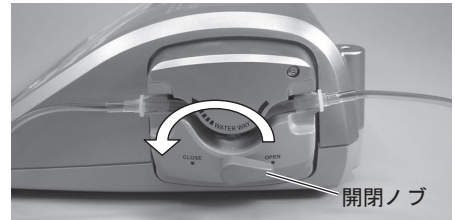

図8
- ・ポンプカバーを閉める際には開閉ノブを左側に180°回転させて(図8)、水平になるまで回してください。(図9)